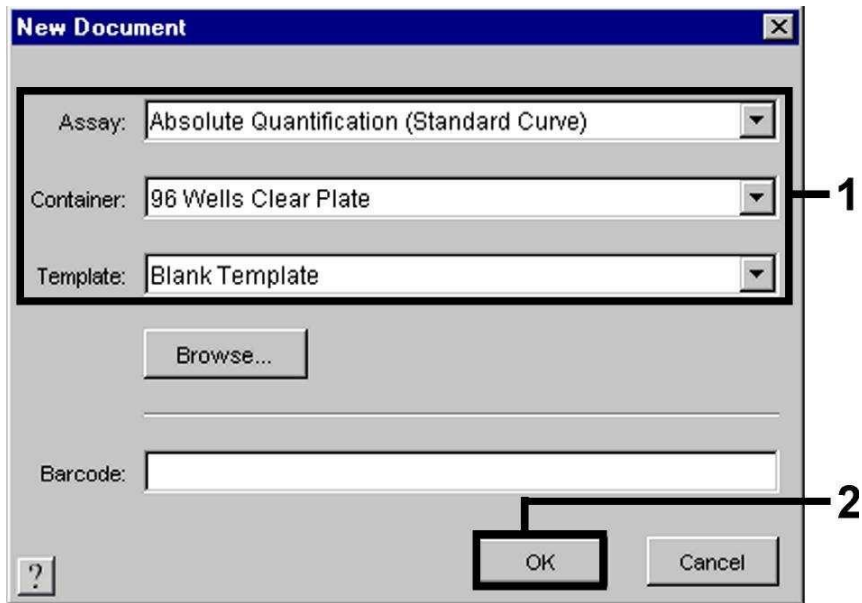

Fig. 16: Preajustes al crear un nuevo ensayo de PCR (*New Document*).
Seleccione la opción *New* del menú *File* en el *ABI PRISM 7900HT SDS* e introduzca los siguientes ajustes básicos para el nuevo documento (véase la Fig. 16). El ensayo grabado anteriormente (*ABI PRISM SDS Template Document [*.sdt]*) aparece en la lista *Template* o bien puede seleccionarlo mediante la función *Browse* (véase **8.5.3.5 Almacenamiento de la reacción de PCR**). Confirme sus datos (OK).